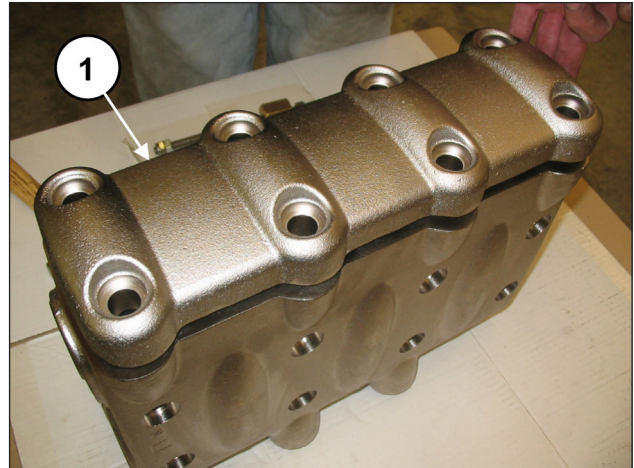
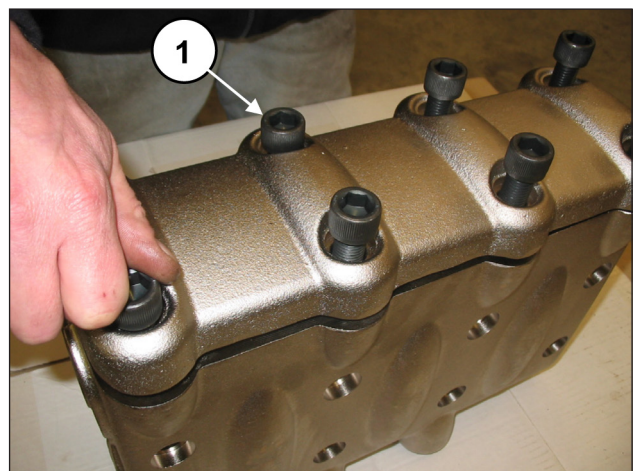

Abb. 132
Abb. 133
Setzen Sie die Ventilkappe samt O-Ring und Stützring ein. Bringen Sie nach Montage der Ventilgruppen und Ventilkappen den Ventildeckel an (Pos. ①, Abb. 132) und ziehen Sie die 8 Schrauben M16x55 fest (Pos. ①, Abb. 133).